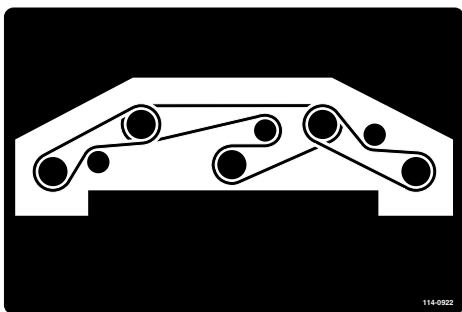

Figura 116
8. Coloque a nova correia nas polias e na estrutura da polia intermédia (Figura 116).